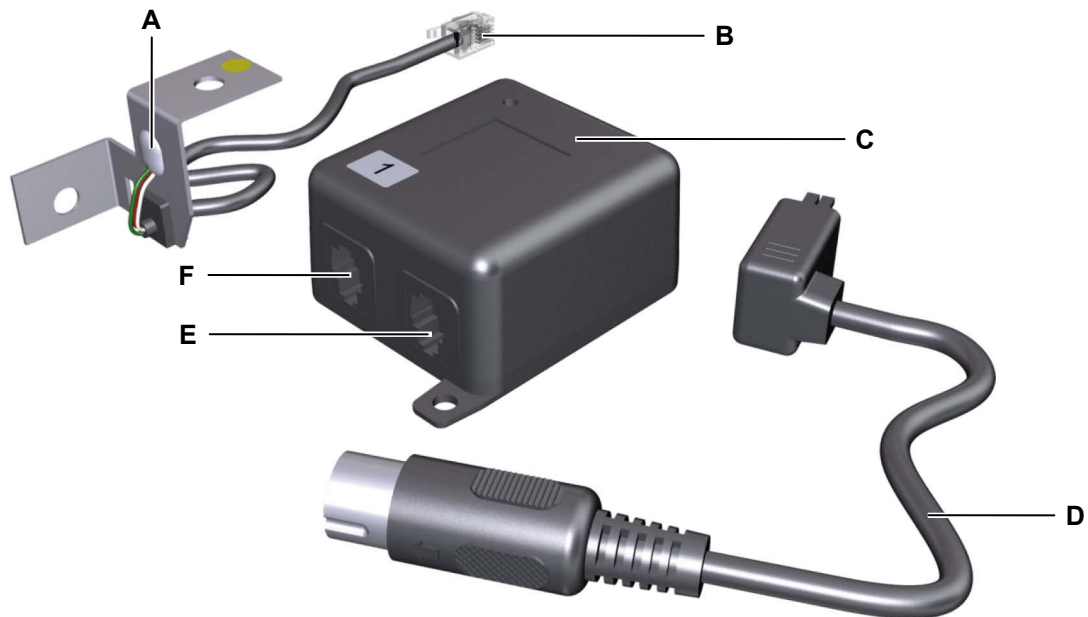

Abbildung 34 Sensoreinheit
- Der Sensor wird sowohl an den Tischrahmen als auch an der Tischplatte befestigt. Die Anlagefläche für die Tischplatte ist mit einem gelben Punkt gekennzeichnet, wie in Abbildung 34 gezeigt.
- 5 Verbinden Sie die Verbindungsleitung der Sensoreinheit mit dem Prozessor (Anschluss F in Abbildung 34).
- 6 Falls ein zweiter Sensor angeschlossen werden soll: Verbinden Sie die Verbindungsleitung der zweiten Sensoreinheit mit dem Prozessor (Anschluss E in Abbildung 34).